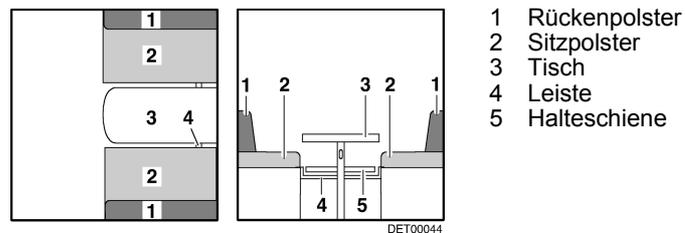

Bild 44 Vor dem Umbau
- Tisch (Bild 44,3) zum Bettunterbau umbauen (siehe Abschnitt 7.6.1).
- Je nach Modell die Leiste (Bild 44,4) einlegen oder nach innen ziehen. Die Leiste ist richtig positioniert, wenn sie die Tischplatte ca. 15 - 20 cm hinter dem Tischfuß abstützt.